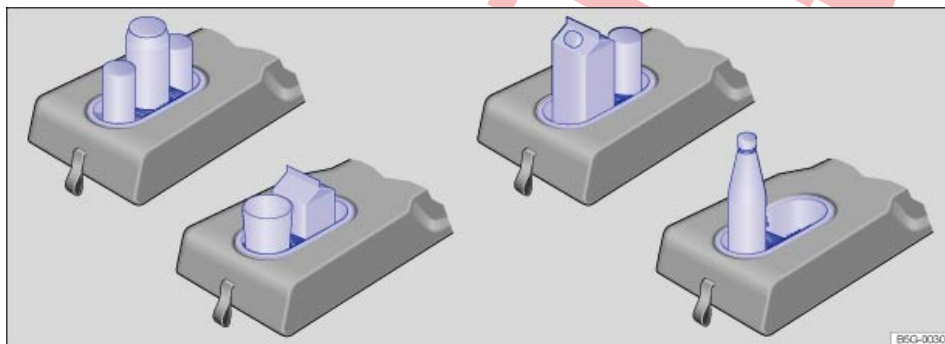
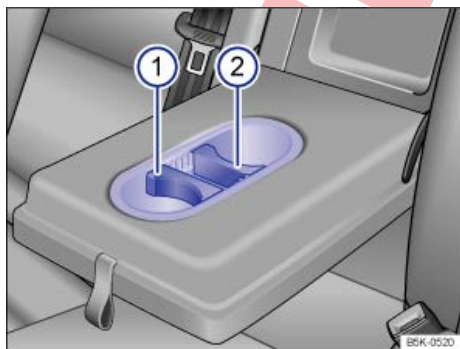

Fig. 157 Portabebidas en el reposabrazos central trasero: ejemplos de utilización para adaptar el portabebidas.
Fig. 158 Portabebidas en el reposabrazos central trasero.
- Para *adaptar* el portabebidas al tamaño del envase de la bebida, extraiga el elemento interior $\Rightarrow$ fig. 158 ① o el elemento interior ② hacia arriba y colóquelos según el tamaño del envase $\Rightarrow$ fig. 157. Estos elementos se pueden colocar en diferentes posiciones.